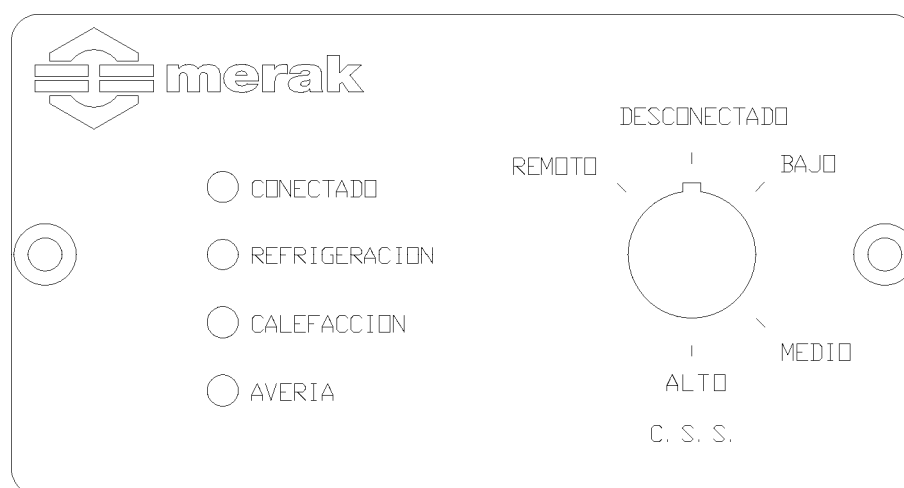

Figura A-20. Panel de mando de sala
A.3.3.1 Panel de mando de sala (Figura A-20)